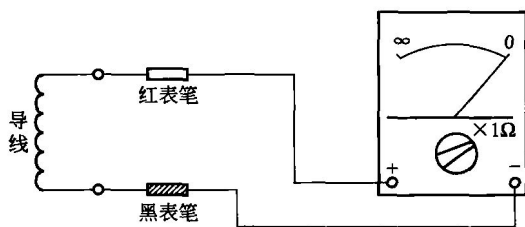

图 1-5 用万用表测量导线通断示意图
④ 应用举例 欧姆挡不但可以测电阻等一些元器件的阻值大小，还可以检测导线的通断，检测示意图如图 1-5 所示。图中带绝缘层的导线很长，无法知道它的通断，这时可用万用表欧姆挡进行检测。先将挡位选择开关置于 $\times 1$ 挡，然后将红、黑表笔短接进行欧姆校零，再将红、黑表笔分别接导线的两端，观察表针的指示，现发现表针指示为 0Ω ，说明导线的电阻为 0Ω ，导线是正常导通的，如果表针指示的阻值为无穷大，则表明导线开路了。